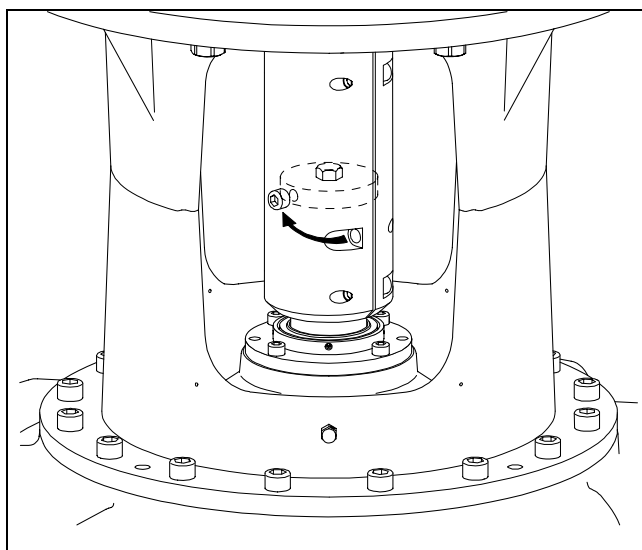

Рис. 29
- отвинтить крепежные винты мотора (рис. 29. поз.1) на фланце и отделить мотор от насосной части подъемным механизмом,